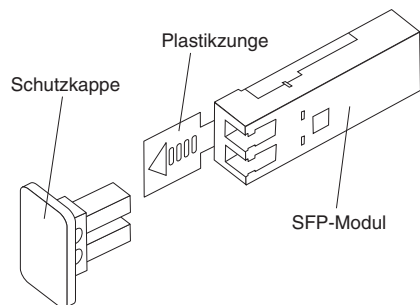

Abbildung 30. SFP-Modul (SFP - Small Form-Factor Pluggable)
3. Entfernen Sie die Schutzkappe vom SFP-Modul, wie in Abb. 30 dargestellt. Bewahren Sie die Schutzkappe zur späteren Verwendung auf.